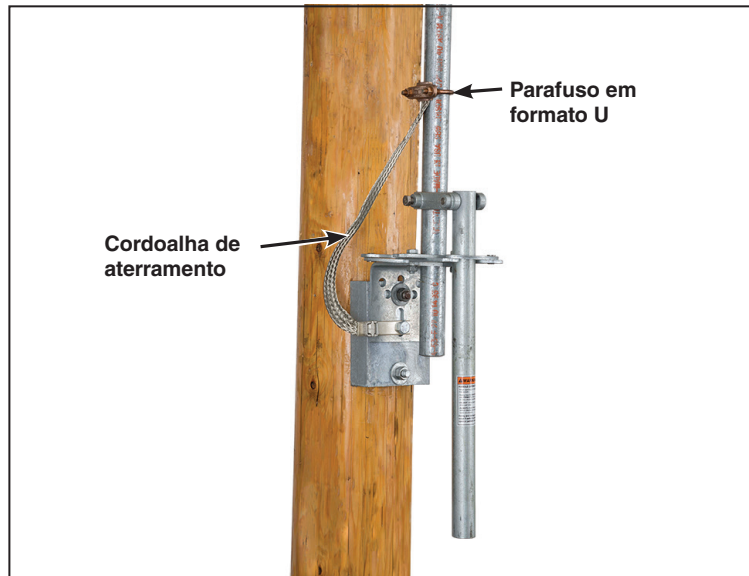

Figura 28. Conexões da cordoalha de aterramento.
PASSO 28. Conecte a ponta livre da cordoalha de aterramento à seção inferior do tubo, a poucas polegadas acima do conjunto da alavanca de operação (ou do intertravamento de chave) usando o parafuso em formato U fornecido para esta finalidade. Ver Figura 28. Conecte a ponta inferior da cordoalha a um ponto de terra adequado usando o conector de aterramento existente na ponta da cordoalha. As recomendações de aterramento podem diferir entre os procedimentos de segurança e operação de determinadas concessionárias. Onde houver uma discrepância, devem ser seguidos os procedimentos operacionais da concessionária.